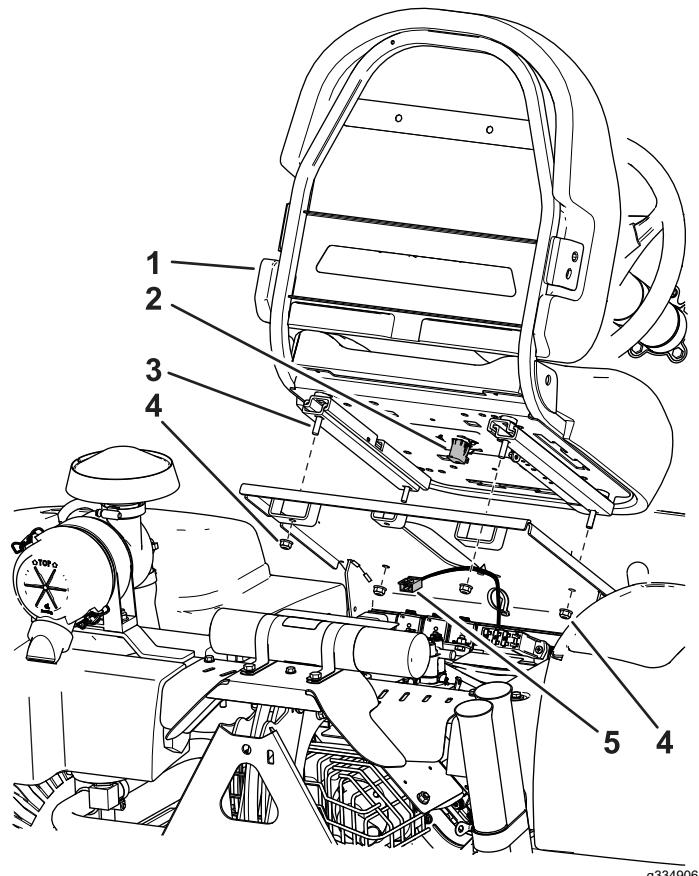

Figura 4
3. Sujete el asiento a la base del asiento con las 4 tuercas que retiró anteriormente; consulte la Figura 4.
| 4. Localice el arnés de cables de la máquina y conéctelo al interruptor del asiento (Figura 4). | |